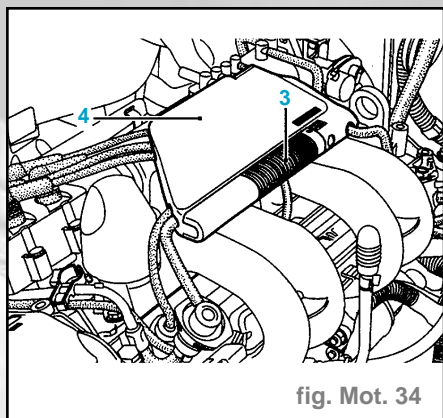

fig. Mot. 34
- les fils de bougies en utilisant l'outil (3) intégré à la protection plastique (4) (fig. Mot. 34)